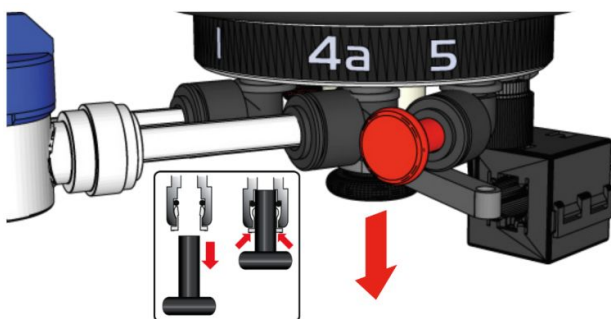

図3
1. リザーバー高流量出口(ポート4a の下に位置、図3参照)から黒いトランジットプラグを取り外す